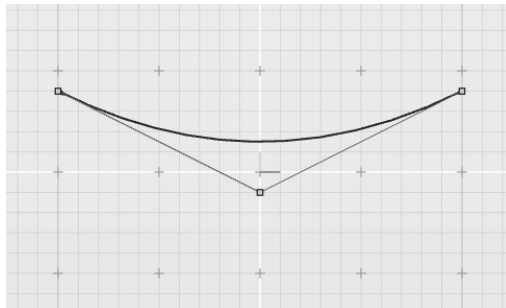

图 3-27 绘制一条 NURBS 曲线
1) 新建文档，在任意平面视图中绘制一条类似图 3-27 所示的曲线。